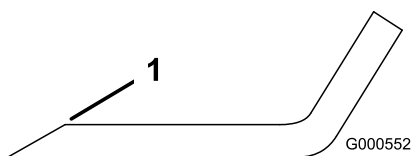
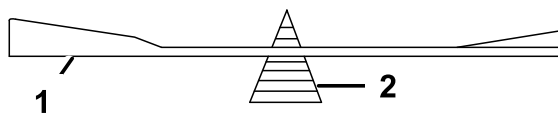

Figure 47
Figure 48
- Au moyen d'une lime, aiguissez les tranchants aux deux extrémités de la lame (Figure 47) en veillant à conserver l'angle de coupe d'origine. Limez la même quantité de métal sur chacun des deux tranchants pour ne pas déséquilibrer la lame.
- Vérifiez l'équilibre de la lame en la plaçant sur un équilibreur (Figure 48). Si la lame reste horizontale, elle est équilibrée et peut être utilisée. Si la lame est déséquilibrée, limez un peu l'extrémité de la partie relevée seulement (Figure 47). Répétez la procédure jusqu'à ce que la lame soit équilibrée.